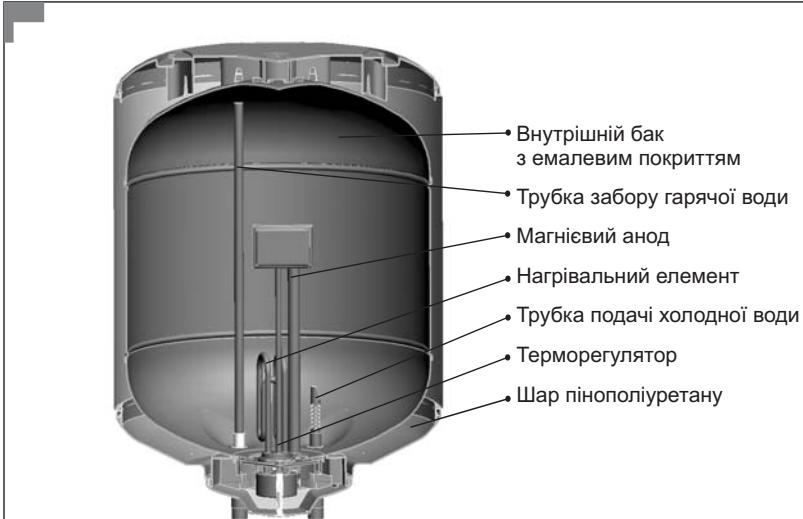

Рис. 1. ЕВАД DELFA в розрізі та його складові частини
ЕВАД складається з двох сталевих баків (Рис. 1): внутрішнього і зовнішнього з теплоізоляційним прошарком між ними з пінополіуретану що надає ЕВАД властивості термоса. Для захисту від корозії внутрішня поверхня робочого бака покрита емаллю з вмістом титану та кобальту.
Індикатор нагрівання показує умовний рівень температури води всередині робочого бака. Градуювання індикатора умовне і для точного вимірювання температури води у бакі не призначено. Магнієвий анод (рис.1) забезпечує додатковий захист внутрішнього бака від корозії, а також в значній мірі запобігає виникненню накипу на ТЕНі. Взаємодія катіонів магнію з солями, що розчинені у воді приводить до утворення пухкого накипу, що осідає на дно і усувається при чищенні бака.
1. Чищення внутрішнього бака водонагрівача від накипу (Рис. 1).
2. Чищення фланца нагрівального елемента від накипу (Рис. 1).
3. Заміни магнієвого анода (Рис. 1).